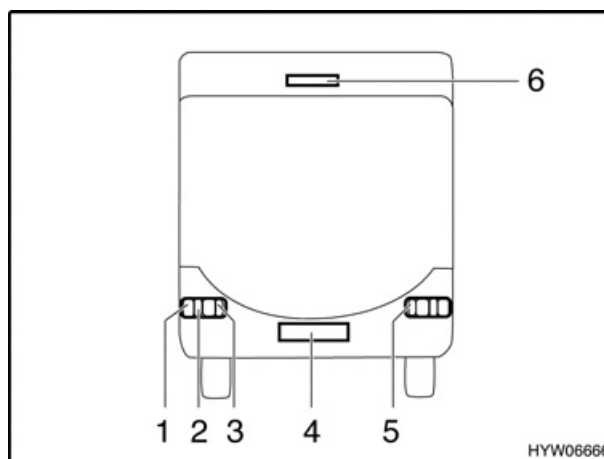

Bild 99 Beleuchtung Heck
- Gehäuseschrauben (Bild 99,1 bis 5) lösen.
Die dritte Bremsleuchte (Bild 99,6) nur komplett austauschen.